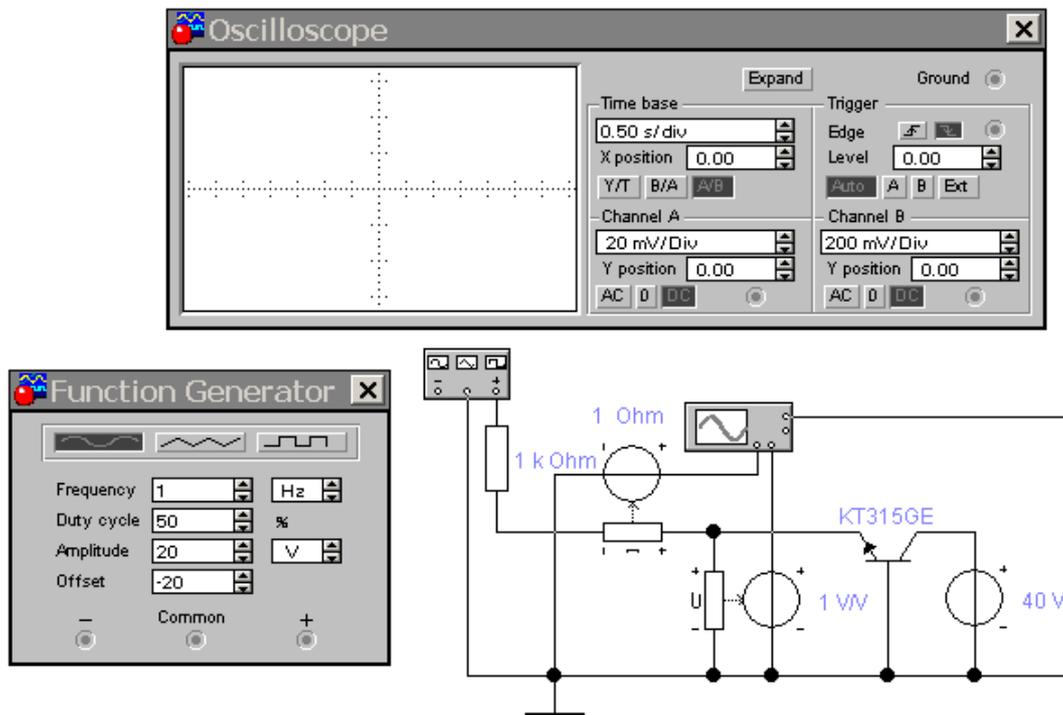

Рисунок 12.10 – Схема измерений входных статических ВАХ БТ в схеме с ОБ с помощью осциллографа
12.4.5 Открыть файл ООБ1.ewb со схемой, показанной на рис. 12.10. С помощью осциллографа измерить входные статические ВАХ БТ в схеме с ОБ. Результаты внести в таблицу аналогичную таблице 12.1 (или просто убедиться в их соответствии).